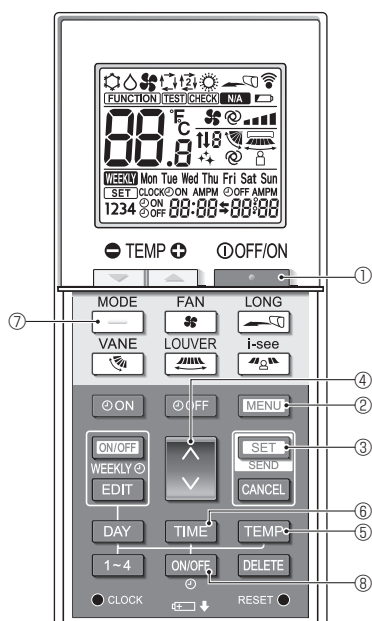

Fig. 7-9
1. Apăsați pe butonul **▲** ① pentru a opri aparatul de aer condiționat.
2. Apăsați pe butonul **MENU** ②.
Ecranul de setare a funcției va fi afișat, iar funcția nr. ③ se va aprinde intermitent. (Fig. 7-9)